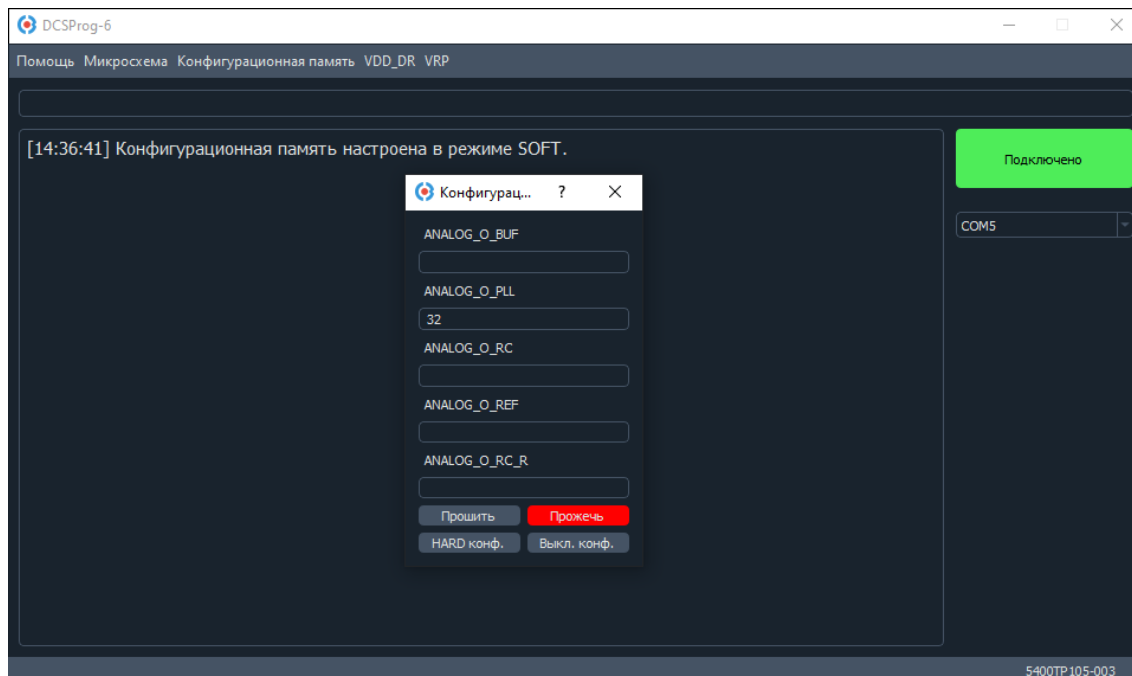

Рисунок 56. Окно программы после настройки в «*SOFT*» режиме
4. В основном окне программы будет выведено «*Конфигурационная память настроена в режиме SOFT*». В окне настройки конфигурационной памяти станет доступна кнопки «*Прожечь*» (Рисунок 56).